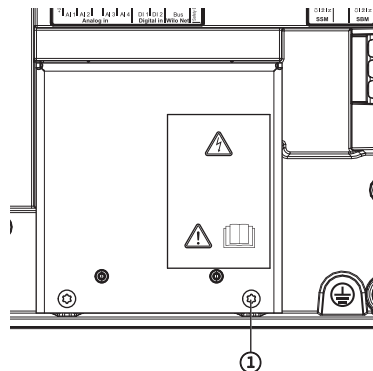

Fig. 113: EMS aizsardzības plāksne
4. Atskrūvējiet EMS aizsargplāksnes skrūves (Fig. 113., 1. poz.) un noņemiet aizsardzības plāksni.